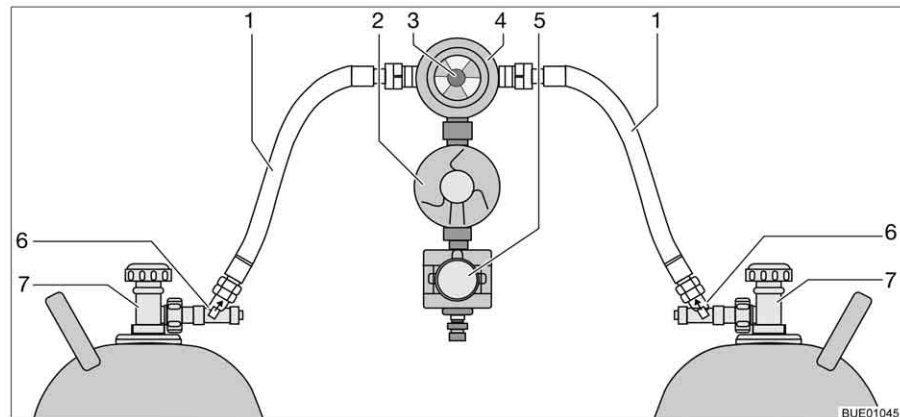

Bild 133 Crash-Protection-Unit-Umschaltanlage
Die Crash-Protection-Unit besteht aus zwei Durchflussbegrenzern mit manueller Entriegelung (Bild 133,6), einem Umschaltventil (Bild 133,4) mit Druckregler (Bild 133,2), einem Elektroventil (Bild 133,5) und der Bedieneinheit mit dreifarbigiger LED. Das Umschaltventil ist zwischen den beiden Gasschläuchen (Bild 133,1) montiert.
Mit dem Drehknopf (Bild 133,3) am Umschaltventil lässt sich bestimmen, welche der Gasflaschen als Betriebsflasche und welche Gasflasche als Reserveflasche verwendet wird.
An der Bedieneinheit (Bild 134) können nur die elektrischen Funktionen geschaltet werden. Die Haupt-Absperrventile der Gasflaschen (Bild 133,7) und die Entriegelungen (Bild 133,6) müssen von Hand geöffnet werden.
- Haupt-Absperrventile an den Gasflaschen (Bild 133,7) öffnen.
- Entriegelungen (Bild 133,6) nacheinander 10 Sekunden lang drücken.
- Mit dem Drehknopf (Bild 133,3) am Umschaltventil (Bild 133,4) die Gasflasche wählen, der vorrangig das Gas entnommen werden soll (Betriebsflasche).
- Haupt-Absperrventile an den Gasflaschen (Bild 133,7) schließen.